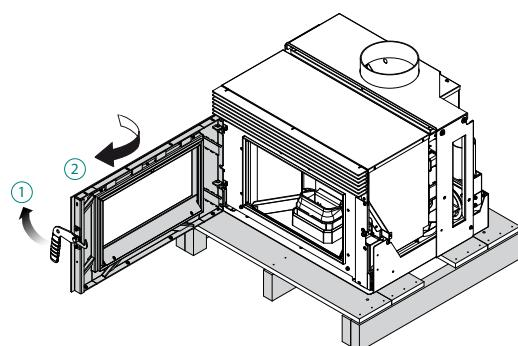

fig. 6.1.1
- 3) Aprire lo sportello (fig 6.1.1);